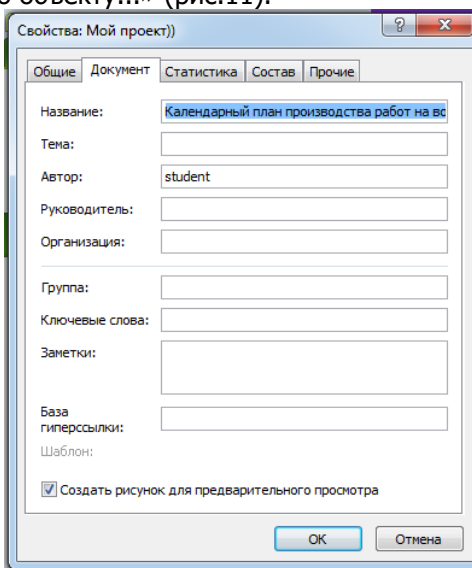

Рис.11. Ввод названия расписания (проекта)
- В диалоговом окне **Свойства: Проект...** ввести в строке **Название** – «Календарный план производства работ по объекту...» (рис.11).